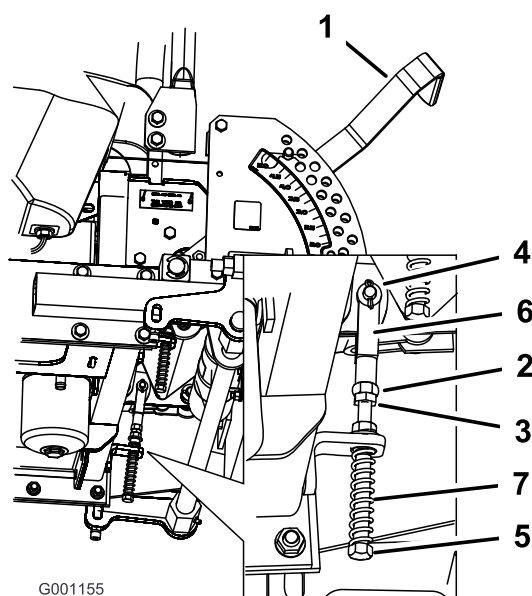

Figura 74
8. Se occorre regolare, allentate il dado e il controdado contro la forcella (Figura 74).
9. Premendo leggermente indietro la leva di controllo del movimento, girate la testa del bullone di regolazione nella direzione opportuna finché la leva di controllo non si trova al centro, in posizione di BLOCCO IN FOLLE (Figura 74).
10. Serrate il dado e il controdado (Figura 74).